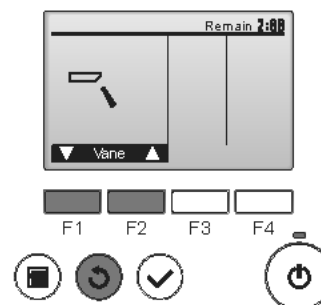

Fig. 8-4
- ② Trykk på [SELECT] for å vise betjeningskjermen for spjeldene, og trykk deretter på knappene [F1] og [F2] for å kontrollere auto-spjeldene. (Fig. 8-4)